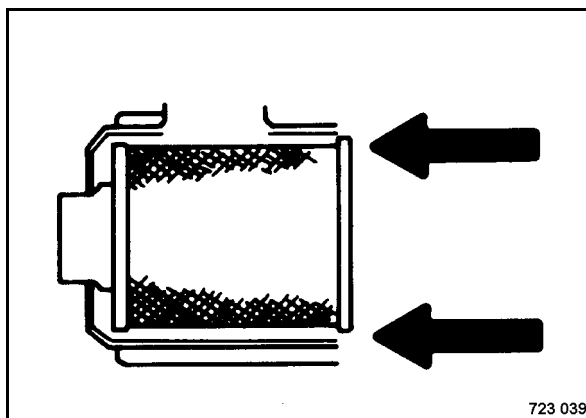

рис. 55
- Вставить воздушный фильтр (рис. 55).